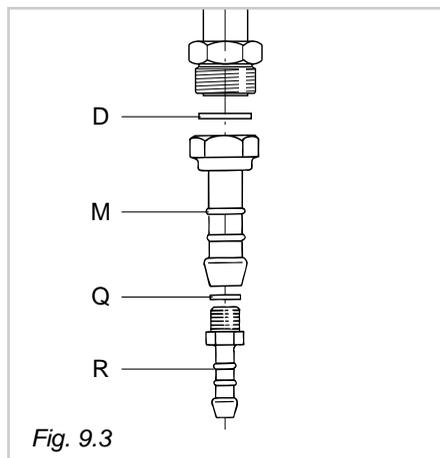
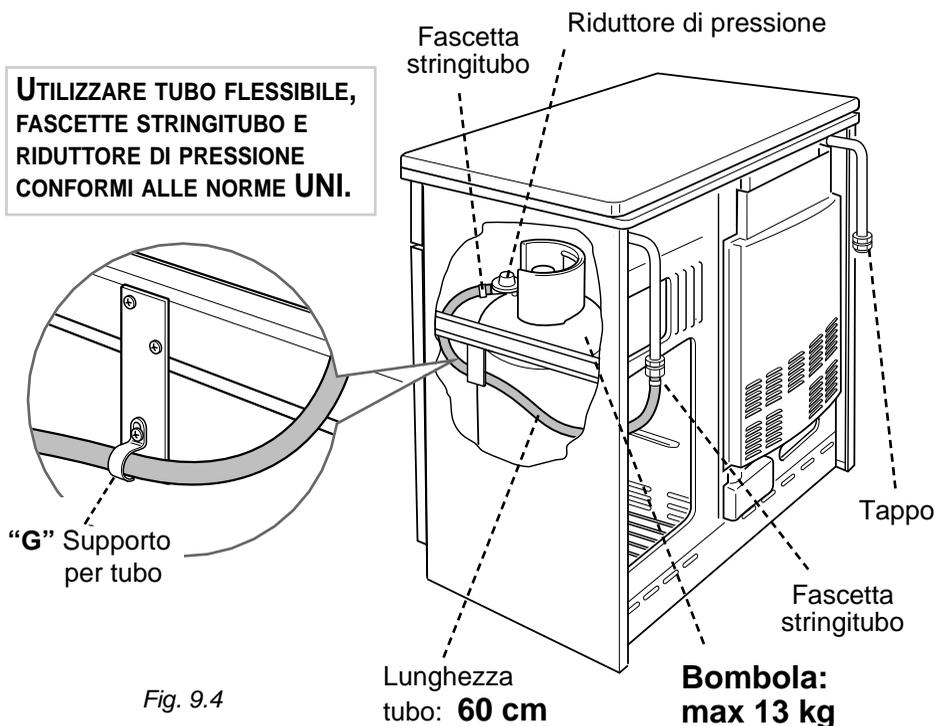

Fig. 9.3
Fig. 9.4
Il gruppo di raccordo (fig. 9.3) si compone di:
- Montare il raccordo portagomma "M" interponendo la guarnizione di tenuta "D" (fig. 9.3).
Per effettuare il collegamento gas è necessario togliere il portagomma "M" (fig. 9.3) ed avvitare direttamente sulla rampa il terminale del tubo metallico interponendo la guarnizione "D" (fig. 9.4).
Le guarnizioni D e Q (fig. 9.3 - 9.4) sono gli elementi che garantiscono la tenuta della connessione raccordo-rampa.
Tale tubo deve essere inserito nell'apposito supporto per tubo **G** (fig. 9.4) e calzato a fondo nei rispettivi portagomma.